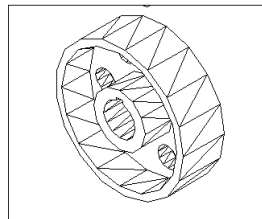

图 15-88
(40) 差集处理。单击  按钮或者在命令行直接输入 subtract。用上述合并过的实体减去生成圆柱孔的 6 个圆柱和生成键槽的长方体。
(41) 消隐处理。单击  按钮或者在命令行直接输入 hide，结果如图 15-88 所示。